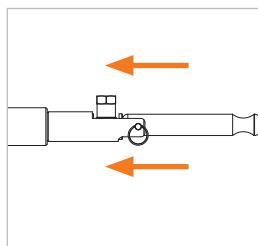

Abbildung 7
- ▶ Bewegen Sie den Adapter leicht in Richtung des Prüflings (*Abbildung 7*). Die Spannzangen öffnen sich. Dadurch wird die Verbindung zum Prüfling gelöst und der Adapter kann gerade nach hinten abgenommen werden.